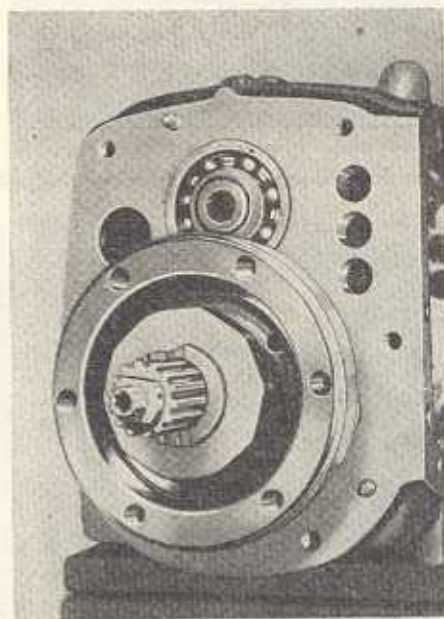

Bild G 69. Freilaufstern so weit aufschlagen, daß die Rollen noch eingelegt werden können
4. Freilaufstern bis zur Hälfte aufschlagen (Bild G 69), sodann die Drehfeder mit dem Rücken nach links (bei Draufsicht) an der abgeflachten Seite in den Ansatz des Freilaufsterns einsetzen.